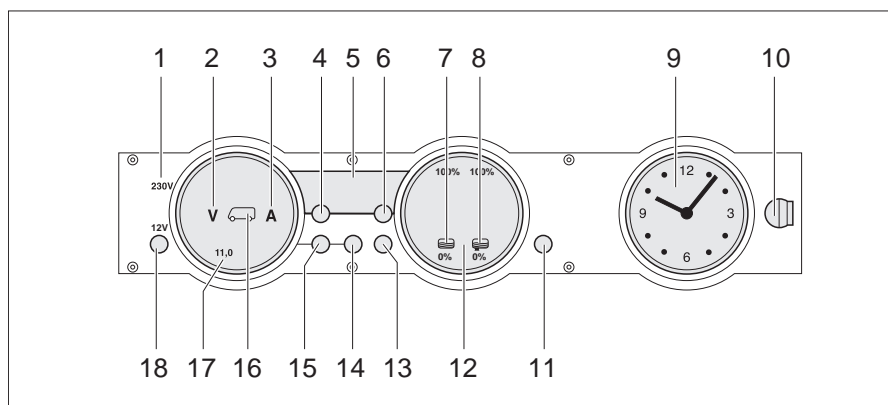

Bild 187 Panel MP 20-T
Die 230-V-Kontroll-Leuchte (Bild 187,1) leuchtet, wenn am Eingang des Elektroblocks Netzspannung vorhanden ist.
Der 12-V-Hauptschalter (Bild 187,18) schaltet das Panel und die 12-V-Versorgung des Wohnraums ein und aus.
- Taste "12 V" (Bild 187,18) kurz drücken. Die 12-V-Versorgung des Wohnraums ist eingeschaltet. Die Kontroll-Anzeige "12 V" leuchtet.
- ▷ Wenn nach dem Einschalten die LED "11,0" der Voltanzeige sowie das Symbol Volt "V" (Bild 187,2) im Anzeigeelement Batterien (Bild 187,17) blinken, dann ist die Spannung der Wohnraumbatterie zu gering. Batterie laden.
- ▷ Wenn nach dem Einschalten die Kontroll-Anzeige "12 V", das Symbol Wohnraumbatterie (Bild 187,16) und das Symbol Volt "V" (Bild 187,2) dreimal blinken, dann ist die Batterietrennung aktiviert. Batterietrennung deaktivieren.
- Taste "12 V" (Bild 187,18) kurz drücken. Die 12-V-Versorgung des Wohnraums ist ausgeschaltet. Die Kontroll-Anzeige "12 V" erlischt.
- Taste Wohnraumbatterie (Bild 187,14) drücken und ca. 10 Sekunden lang gedrückt halten. Die Symbole Volt "V" (Bild 187,2) und Ampere "A" (Bild 187,3) blinken dreimal. Die Wohnraumbatterie ist vom 12-V-Bordnetz getrennt.
- Taste "12 V" (Bild 187,18) drücken und ca. 5 Sekunden lang gedrückt halten. Das Symbol Volt "V" (Bild 187,2) blinkt dreimal. Die Wohnraumbatterie ist mit dem 12-V-Bordnetz verbunden. Die Kontroll-Anzeige leuchtet nach ca. 2 Sekunden.
- Taste Wohnraumbatterie  (Bild 187,14) drücken. Das Symbol Volt "V" (Bild 187,2) leuchtet. Das Symbol Ampere "A" leuchtet je nach Ladung oder Entladung weiß bzw. rot. Die Batteriespannung und der Strom der Wohnraumbatterie werden über die LEDs im Anzeigeelement angezeigt.
- Taste Starterbatterie  (Bild 187,15) drücken. Das Symbol Volt "V" (Bild 187,2) leuchtet. Die Batteriespannung der Starterbatterie wird über die LEDs im Anzeigeelement angezeigt.
- Taste Tanks "" (Bild 187,13) drücken. Die Symbole Wassertank "" (Bild 187,7) und Abwassertank "" (Bild 187,8) leuchten. Die Füllstände des Wassertanks (linke Skala) und des Abwassertanks (rechte Skala) werden über die LEDs im Anzeigeeinstrument angezeigt.
Das Symbol Volt "V" (Bild 187,2) und die LED "11,0" blinken, sobald die Spannung der Batterie 11 V (Messung bei laufendem Betrieb) unterschreitet und damit Tiefentladung droht.
Das Symbol Wassertank "" (Bild 187,7) oder das Symbol Abwassertank "" (Bild 187,8) blinkt, wenn der Wassertank leer oder der Abwassertank voll ist.